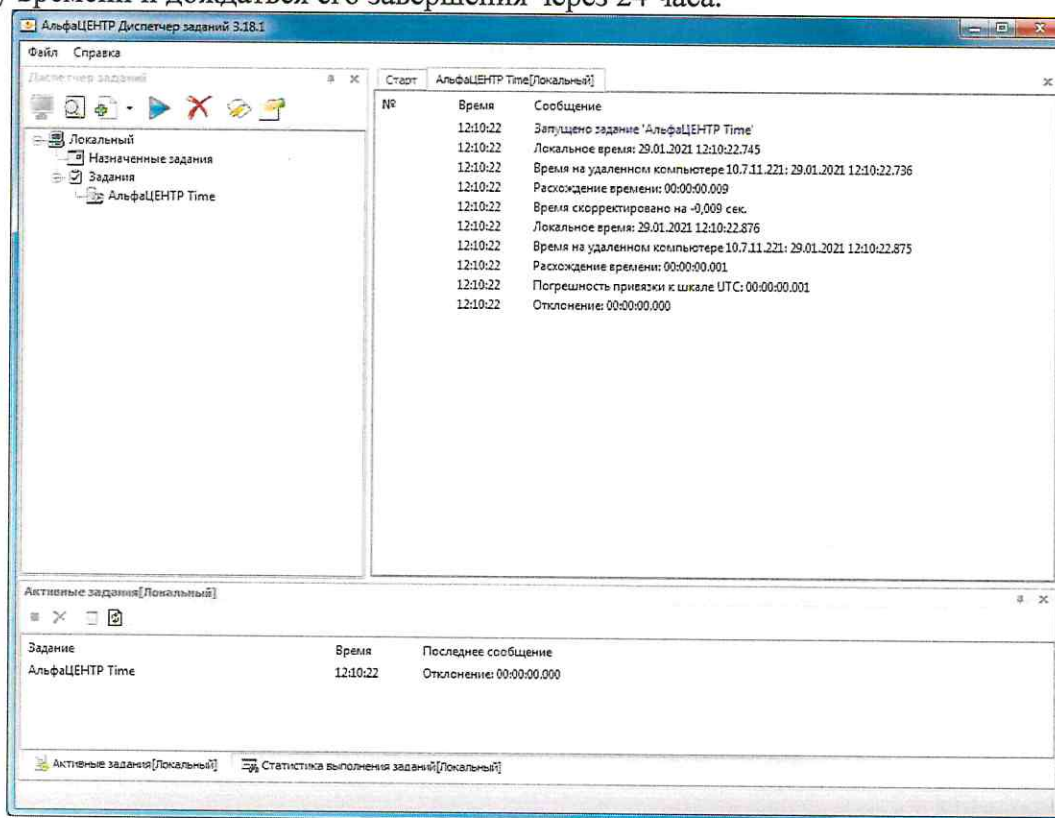

Рисунок 11
10.1.4 Выполнить созданное задание. Для этого выделить задание в дереве заданий и нажать кнопку «Выполнить». Убедиться в успешном запуске задания (рисунок 11), подключении к серверу времени и дождаться его завершения через 24 часа.